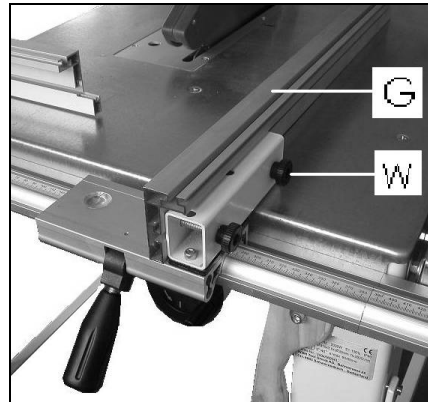

Fig 19
Montieren Sie die Anschlagschiene (G, Fig 19) mit 2 Schrauben und 2 Flügelmutter (W) am Parallelanschlag.
-Das Schneiden von breiten Werkstücken mit stehender Anschlagschiene vornehmen (Fig 19).